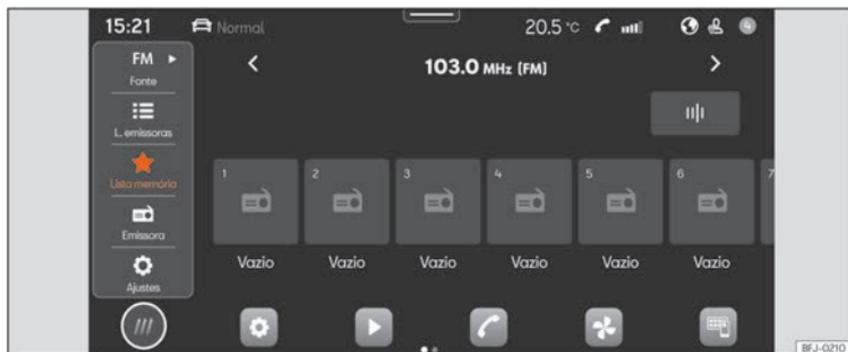

Fig. 150 Esquema: Vista Rádio
- Pressione **HOME** > >>> Fig. 150.